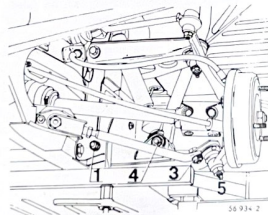

Fig. 5.14. Semitrén delantero con los elementos a retirar para extraer el brazo inferior de suspensión.
Soltar el amortiguador quitando la tuerca(4) y el eje (Fig. 5.14)